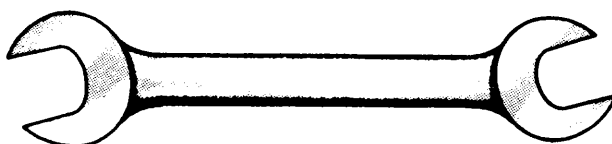

Fig. 7
b) Llave de dos bocas (fig. 7).